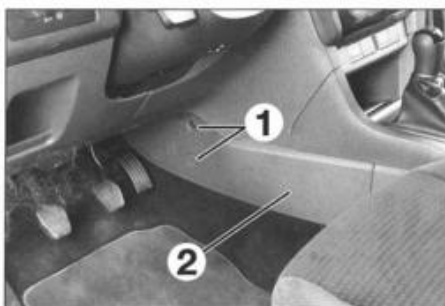

FIG. 25
- Desmontar los tornillos (1) (fig. 25) y las prolongaciones de la consola central (2) (una a cada lado).